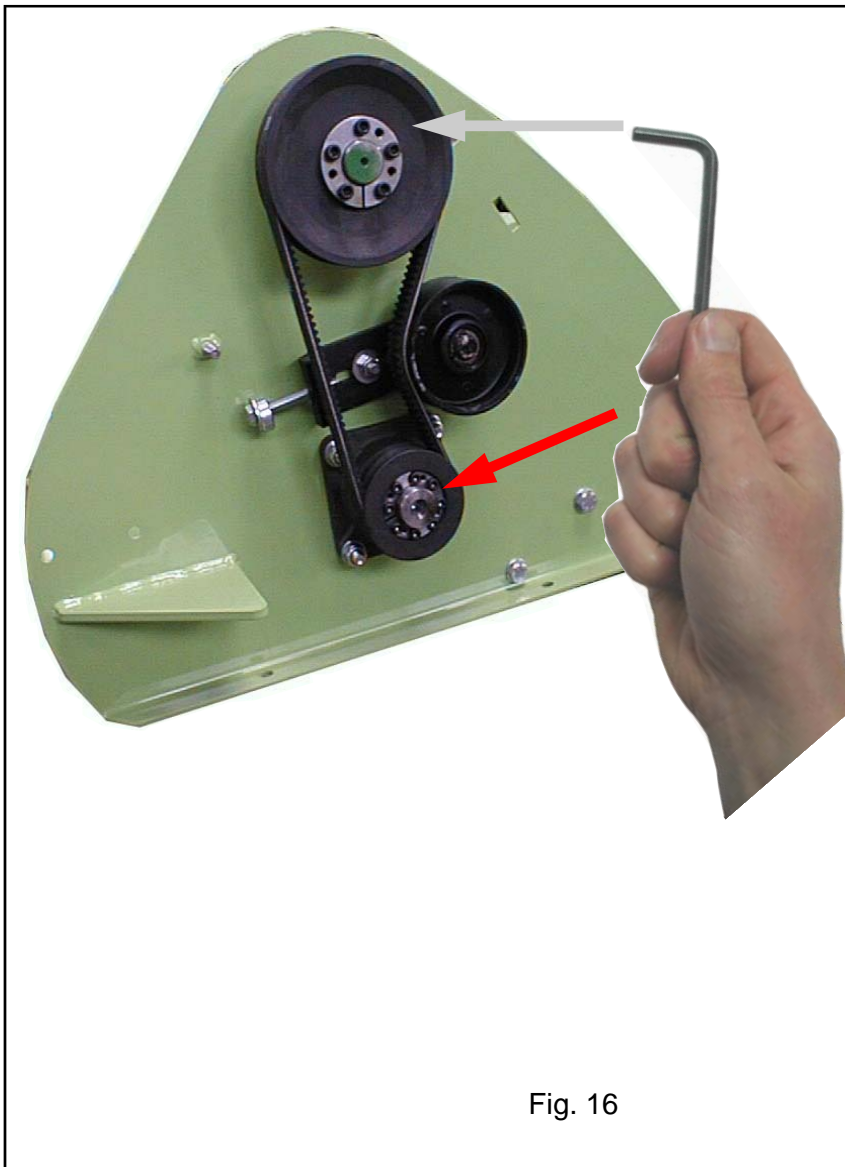

Fig. 16
- ⚠ Cette opération doit être effectuée avec le moteur arrêté et la prise de force délogée. Enlever le carter de protection des courroies. Réduire la tension des courroies (voir remplacement des courroies). Bloquer les pièces de calage. (Voir Fig. 16)
Keile bloßkieren (Siehe Abb. 16)
Neem de spanning van de V-snaren weg (zie paragraaf 'vervangen van V-snaren') Blokkeer de conussen (Zie Fig. 16). Controleer met een stang of de riemschijven goed uitgelijnd zijn ten einde verhitting van de V-snaren te voorkomen. (Zie Fig. 15 B). Stel de spanning van de V-snaren opnieuw in.
Lock the joints. (See Fig. 16)